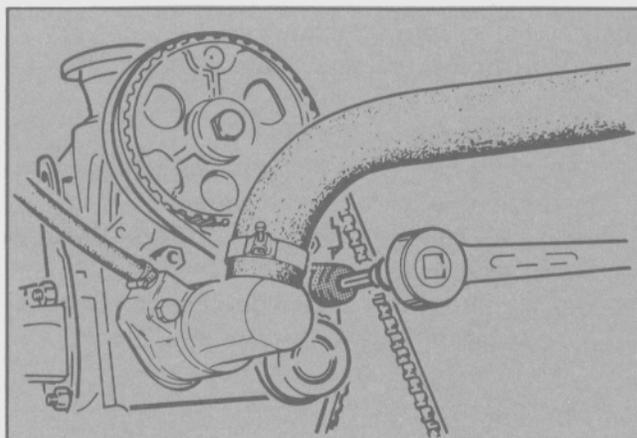

Fig. 116 - Aflojando el tensor de la correa dentada
- Afojar el tensor de la correa con la herramienta T84G-8A616-BAS. Vencer la tensión del resorte y ajustar nuevamente el tensor (Fig. 116).